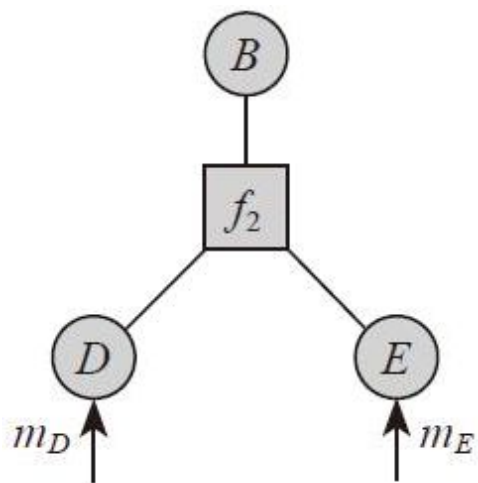

图9-19 一个局部示意图
②消息传播到 b 节点（见图9-19中的圆圈）后，由 b 节点继续向根节点方向传播，进入下一个约束方程的范围，穿过约束方程后，原来的消息被汇聚成新的消息，如果有两个约束方程连到同一个 b 节点，则信息相乘后继续传播。图9-19是一个局部示意图。